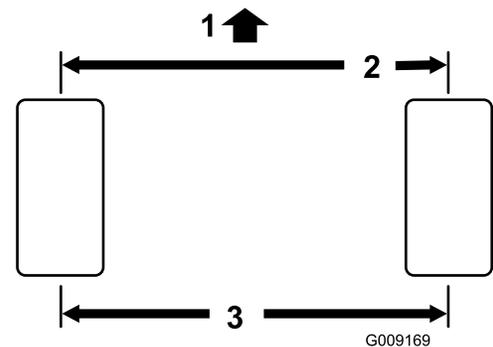

Figure 75
2. Mesurez l'entraxe (à hauteur d'essieu) à l'avant et à l'arrière des roues directrices (**Figure 75**).